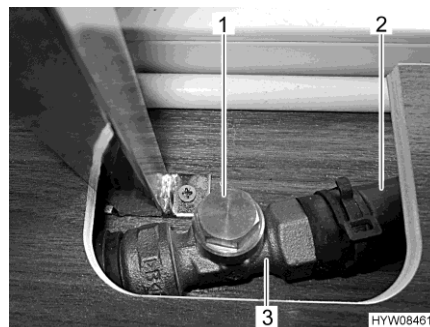

Bild 180 Spjäll (öppet)
- Ta tag i den kringgående ledningen (Bild 180,2) bakom spjället (Bild 180,3). Slangen måste vara ljummen.